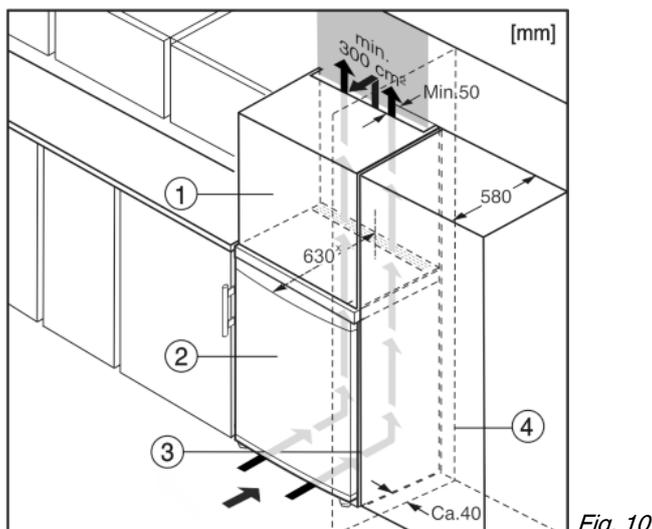

Fig. 10
Das Gerät kann mit der Kücheneinrichtung umbaut werden. Um das Gerät Fig. 10 (2) der Küchenzeilenhöhe anzugleichen, kann über dem Gerät ein entsprechender Aufsatzschrank Fig. 10 (1) angebracht werden.
Beim Umbau mit Küchenschränken (Tiefe max. 580 mm) kann das Gerät direkt neben dem Küchenschrank Fig. 10 (3) aufgestellt werden. Das Gerät steht seitlich 34 mm* und in der Gerätemitte 50 mm* gegenüber der Küchenschrankfront vor.
Wenn das Gerät mit den Scharnieren neben einer Wand Fig. 10 (4) aufgestellt wird, muss der Abstand zwischen Gerät und Wand mindestens 40 mm betragen. Dies entspricht dem Griffüberstand bei geöffneter Tür.